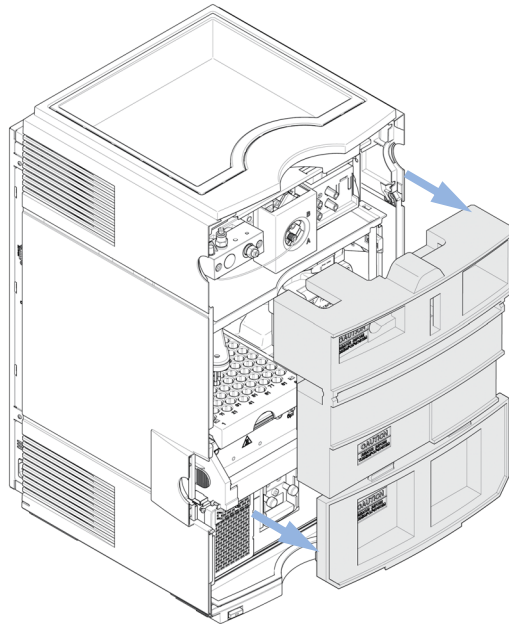

Figura 2 Extracción de la espuma de transporte
- 14 Antes de encender el módulo, compruebe que se hayan retirado todas las espumas de transporte (consulte la Figura 2 en la página 40). A continuación, encienda el módulo con el botón de encendido.